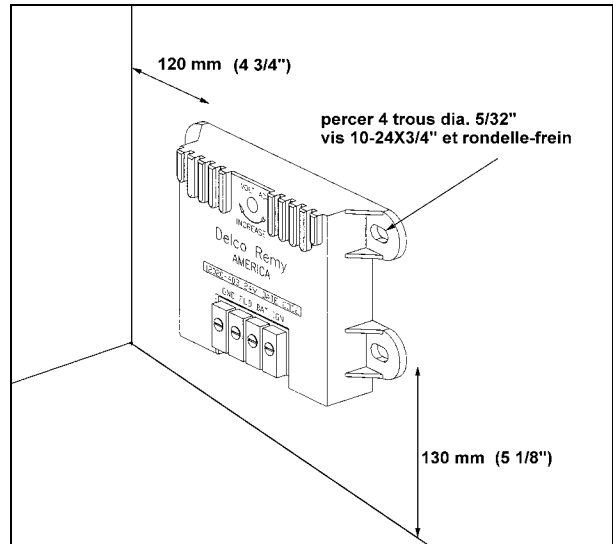

Figure 5 : positionnement du régulateur de voltage
- a) positionner le régulateur selon la figure 5 et marquer la position des perçages.